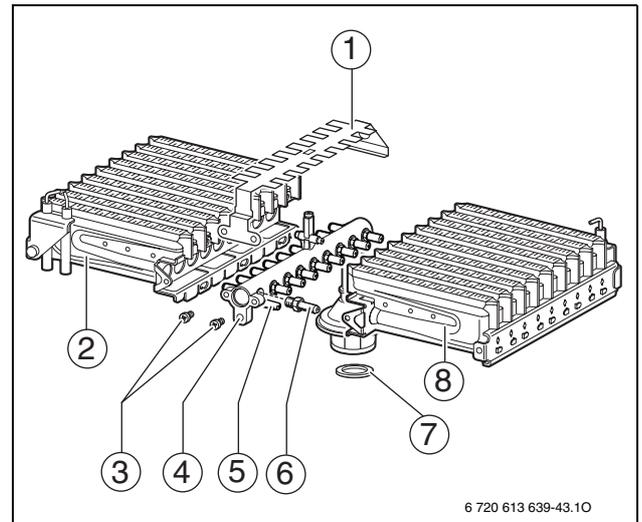

Fig. 39
- ▶ Smontare il bruciatore (→ fig. 39, Pos. 2 and 8 / → cap. 12.2.2).
- ▶ Sostituire gli ugelli (6).
- ▶ Rimontare il bruciatore (→ fig. 39, pos. 2 e 8).